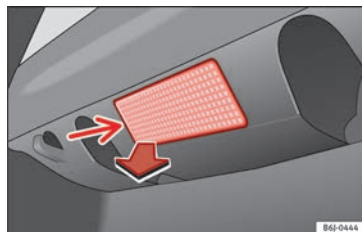

Abb. 205 Gepäckraumleuchte*
- Das Lampenglas der Glühlampe durch Druck mit einem Schraubendreher auf dessen Unterkante (Pfeil) abnehmen »» Abb. 205.